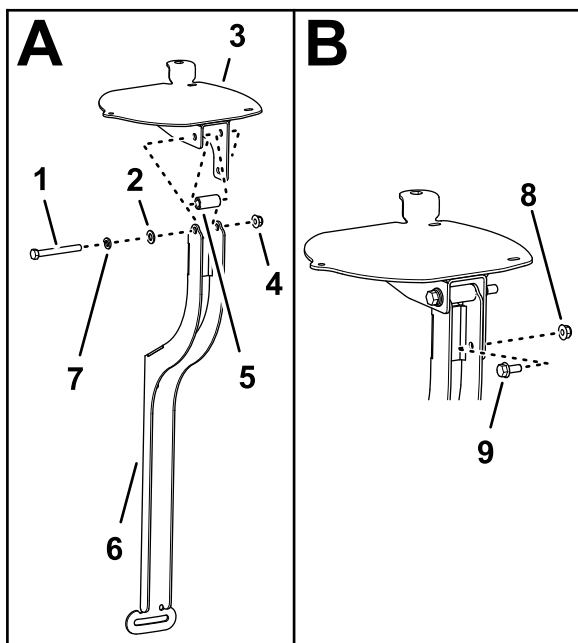

図 152
1. ナビゲーション受信機プレート穴、スペーサ ¾" x 1"、受信機マウントの穴を揃える 図 152。
- 図 152 のように、受信機プレートとスペーサをマウントに取り付けるボルト $\frac{3}{8}$ " x $3\frac{1}{4}$ "、ロックワッシャ $\frac{3}{8}$ "、ワッシャ $\frac{3}{8}$ " x $13/16$ "、フランジナット $\frac{3}{8}$ " を使用する。
- 受信機マウントの小さい方の穴と受信機プレートのスロットに、フランジヘッドボルト $5/16$ " x $\frac{3}{4}$ " を通し、フランジロックナットを取り付ける 図 152。